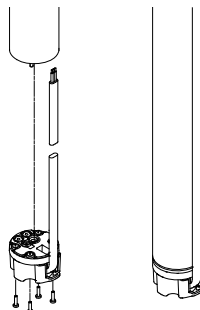

Fig. 8
4. Împingeți mufa cablului în soclul motorului. Fișa cablului nu poate fi montată greșit, vezi fig. 8.
5. Poziționați și strângeți cele patru șuruburi (1 - 1,5 Nm), vezi fig. 8.